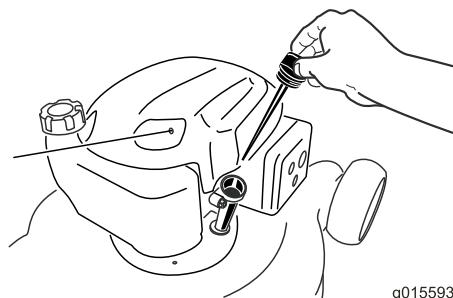

Рисунок 6
- Извлеките щуп (Рисунок 6) и заполните маслом примерно 3/4 емкости картера через маслозаливную горловину.